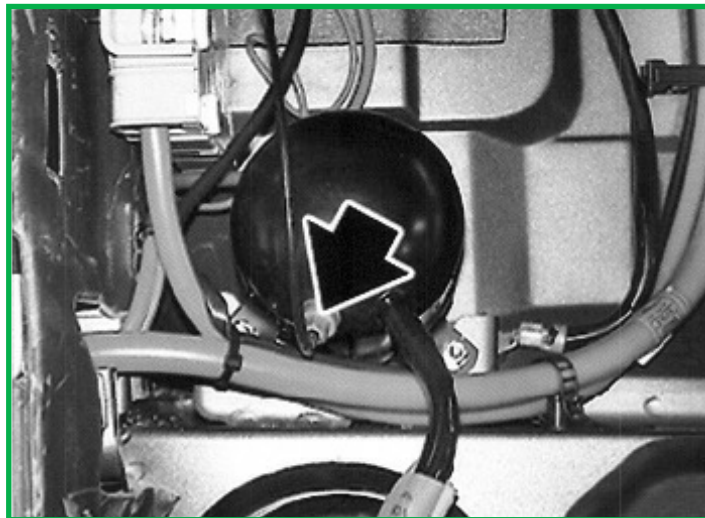

FIGURA 3
5. Allentare con cautela il raccordo dell'aria per scaricare il soffietto ad aria. (Figura 3)